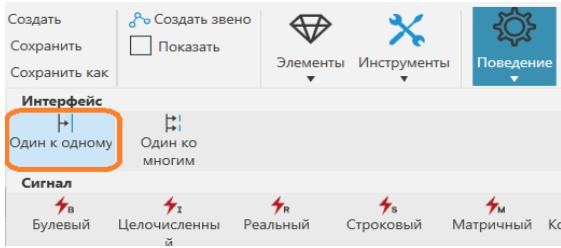

Рисунок 17 – Вкладка Поведение >Один к одному
5. На вкладке **Поведение** выберите **Один к одному** (рис.17).